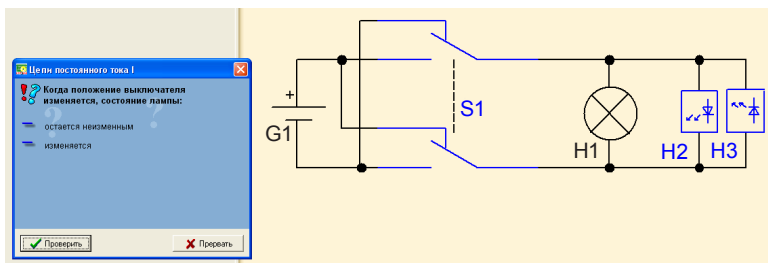

Рис. 6. Экспериментальная схема 5
13. Выбрать главу 5 «Цепь с обратной полярностью». Изменяя положение двух ключей в цепи с обратной полярностью, представленной на экспериментальной схеме 5 (рис. 6), наблюдать результат.